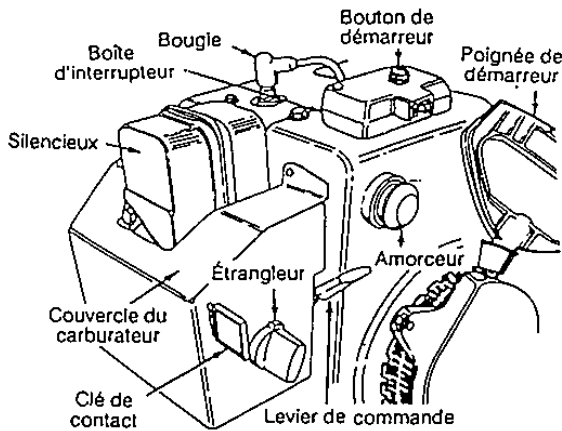

FIGURE 18
- Placez la manette de l'obturateur à la position RAPIDE. Enfoncez la clé dans la fente. Voir la figure 18. Assurez-vous qu'elle se met bien en position. Ne tournez pas la clé.
- Enfoncez le bouton du démarreur pour faire tourner le moteur. Voir la figure 18. Pendant que vous faites tourner le moteur, déplacez le bouton du volet de départ à la position VOLET FERMÉ.
- Placez la manette de l'obturateur à la position **RAPIDE**. Enfoncez la clé dans la fente. Voir la figure 18. Assurez-vous qu'elle se mette bien en position. Ne tournez pas la clé.
- Appuyez deux ou trois fois sur le bouton de l'amorceur. Voir la figure 18.
- Tirez lentement sur la poignée du démarreur (voir la figure 18) jusqu'à ce que vous sentiez une légère résistance. Laissez la corde s'enrouler lentement.